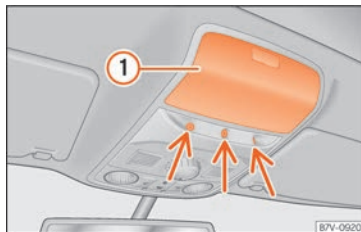

**Fig. 93** En la consola del techo: sensores de vigilancia del habitáculo.
- Cierre el compartimento portaobjetos »» fig. 93 ① de la consola del techo, pues de lo contrario no se garantiza la función de vigilancia del habitáculo (flechas) sin restricciones.